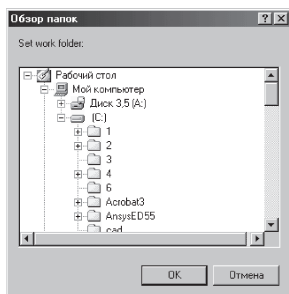

рис. 1
**Выбор главной папки.** При активизации открывается окно (рис. 1), позволяющее пользователю выбрать место размещения на диске создаваемой базы данных.